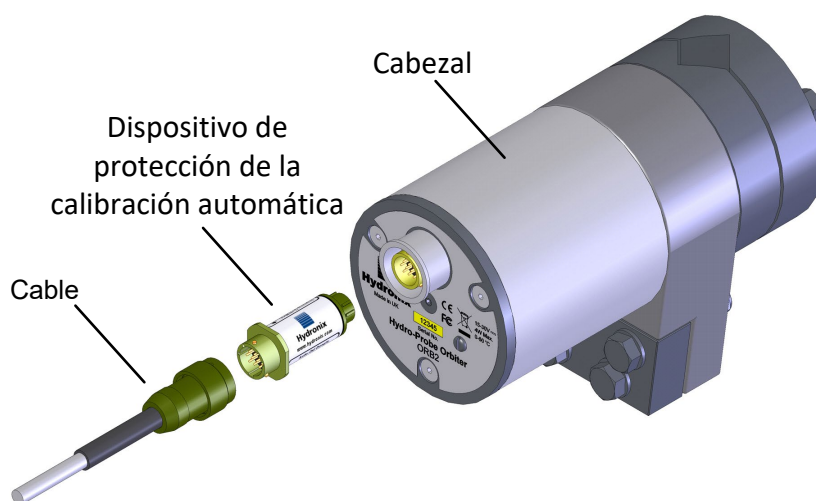

Ilustración 19: Conexión del dispositivo de protección de la calibración automática
La adaptación del cabezal y el brazo de detección se consigue conectando el dispositivo de protección de calibración automática entre el cable del sensor y el cabezal (Ilustración 19).
2. Conecte el dispositivo de protección de la calibración automática al cabezal y al cable del sensor (Ilustración 19). El dispositivo de protección de la calibración automática deberá comenzar a parpadear (en rojo) (brillante-atenuado-brillante) durante 30 segundos